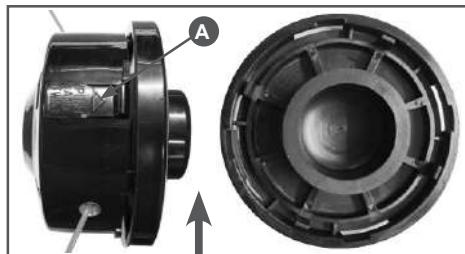

Рис.13 Снятие крышки триммерной головки
Нажимая на фиксатор (A) Рис.13 одновременно поверните крышку головки по часовой стрелке и снимите ее с корпуса головки (Рис.13).